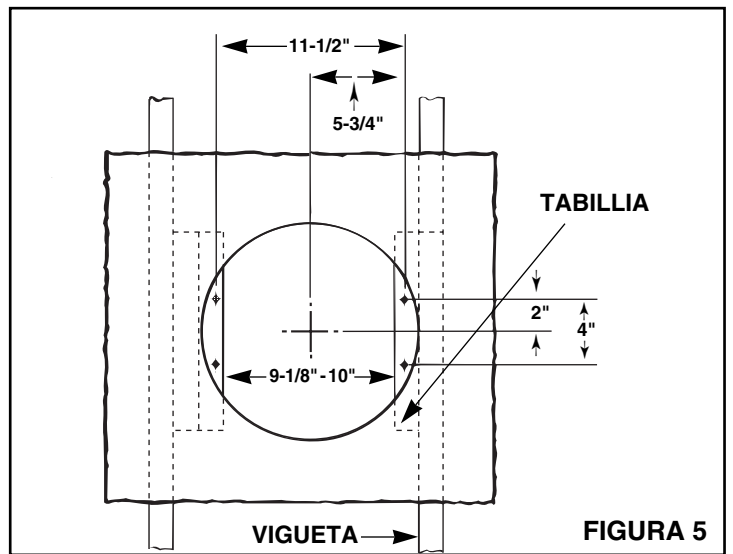

FIGURA 5
7. Refiérase a la **Figura 5**. Instale tablillas de 2 x 4 a ambas viguetas del techo. En algunos casos puede ser necesario utilizar más de una sola tablilla en un lado. La distancia entre las tablillas debe ser al menos de 9 1/8" pero no más de 10".